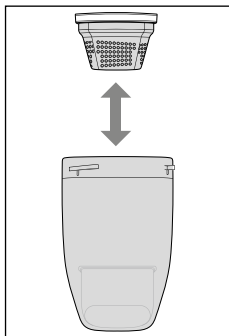

Abb. 8
3. Greifen Sie den Staubfilter **5** mit Daumen und Zeigefinger und ziehen Sie diesen mit dem Filtergehäuse **4** aus dem Schmutzbehälter **3** (siehe Abb. 8).
5. Setzen Sie den Staubfilter **5** mit dem Filtergehäuse **4** wieder in den Schmutzbehälter **3** (siehe Abb. 8).